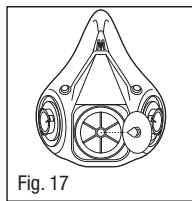

Fig. 17
2. Pegue a válvula e puxe a haste da válvula para fora a partir do assento da válvula (Fig.17).